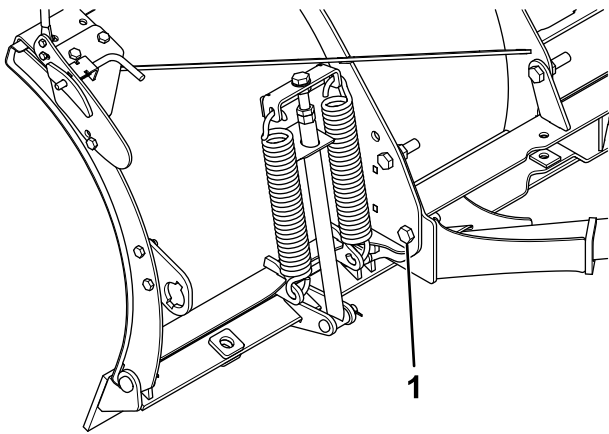

**Figura 5**
9. Sujete provisionalmente un soporte de costilla a la costilla exterior del quitanieves usando 2 pernos ( $\frac{1}{2}$ " x  $1\frac{1}{2}$ " ) y contratuercas (Figura 5).